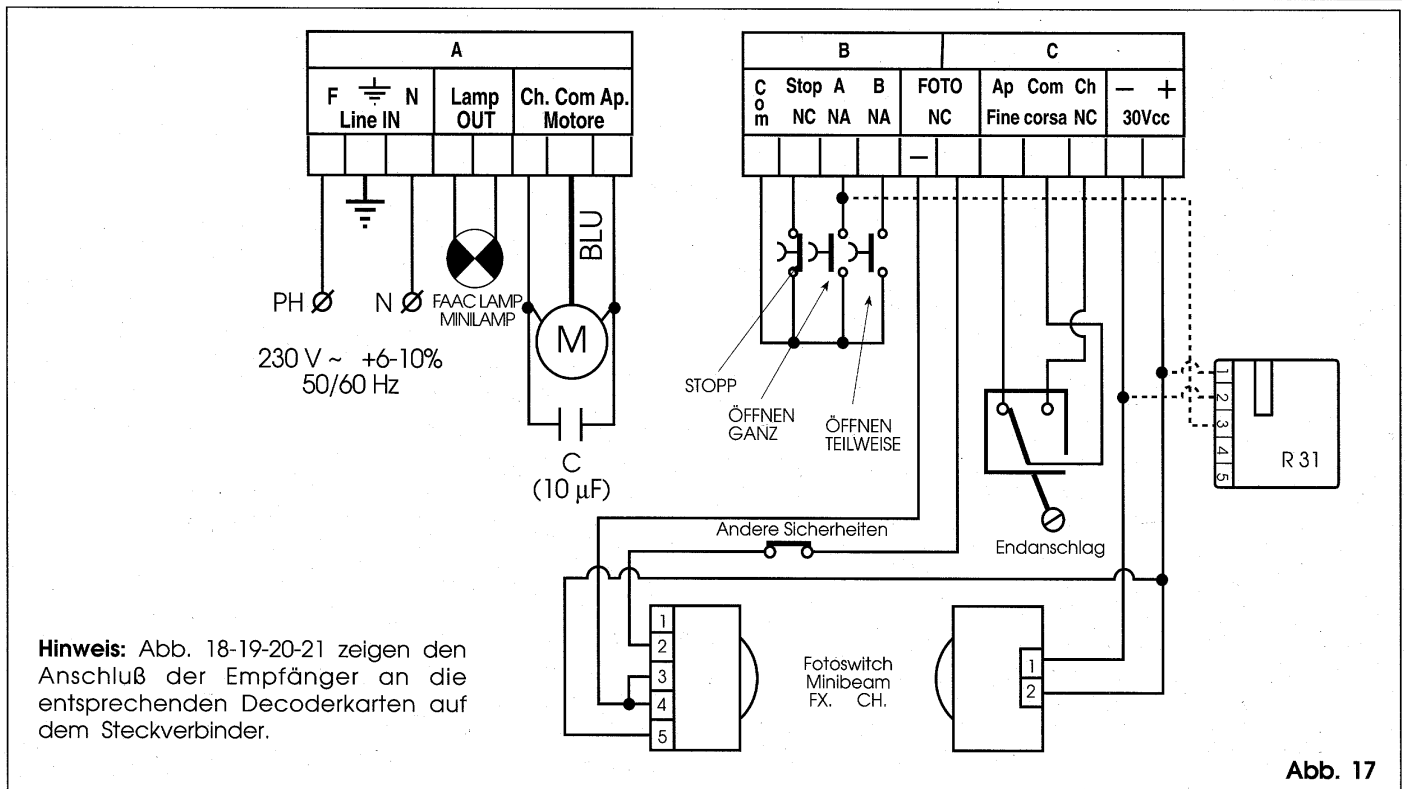

Abb. 17
- ⑬ **Led STOPP:** Steueranzeige Stopp.
- ⑭ **Diagnose-Led:** (s. Abschnitt 4).
- ⑮ **NS-Klemmenbrett CN2:** zum Anschluß von Endanschlag und Zubehör (Abb. 17).